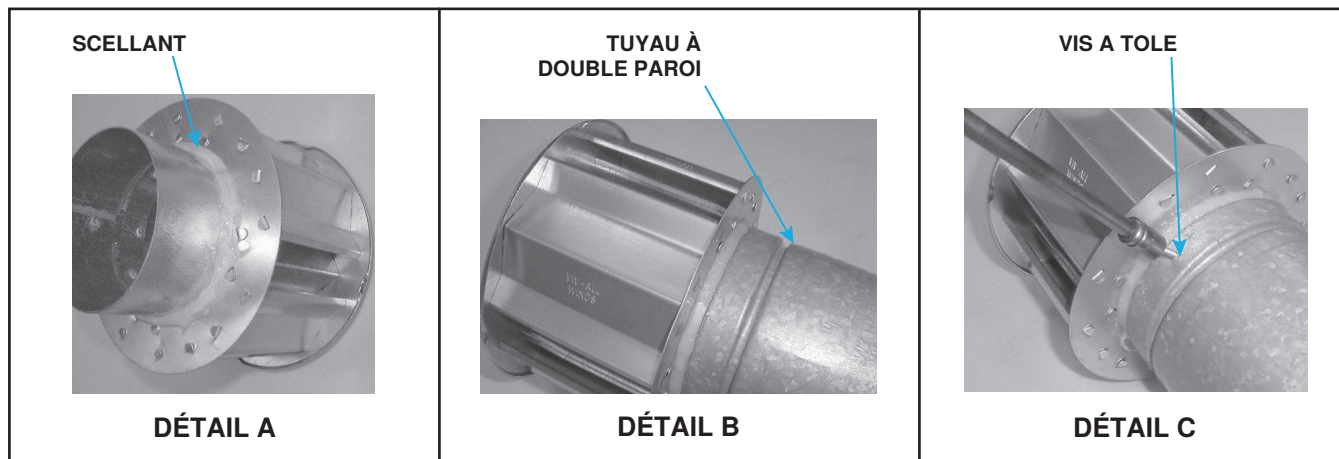

Figure 16. Raccordement d'un tuyau à double paroi (type B) au bouchon d'évent
- Appliquez un cordon de silicone de 3/8 pouce (9.525 mm) en continu sur la circonférence du collier du chapeau d'évacuation. Cette application sert à éviter les infiltrations d'eau à l'intérieur du tuyau d'évacuation à double paroi (voir **Figure 16**, DÉTAIL A).
- Effectuez l'étape 2 immédiatement après l'étape 1. Positionnez le collier du chapeau d'évacuation à l'intérieur de la paroi interne du conduit à double paroi. Insérez le conduit le plus profondément possible (voir **Figure 16**, DÉTAIL B).
- Fixez solidement le chapeau d'évacuation au tuyau à double paroi en perçant le collier du chapeau d'évacuation et en utilisant une vis à tôle de 3/4 pouce (19.05 mm) de longueur. Ne serrez pas la vis plus qu'il ne faut (voir **Figure 16**, DÉTAIL C).